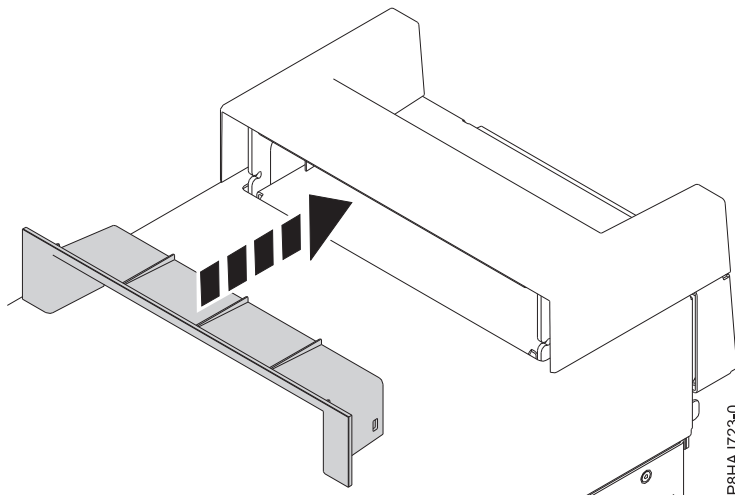

Abbildung 34. Einsetzen des Elements innerhalb der Griffabdeckung bei einem Standalone-System vom Typ 8286-41A
2. Setzen Sie das Element innerhalb der Griffabdeckung ein, indem Sie es fest in die Griffabdeckung drücken (siehe Abb. 34).